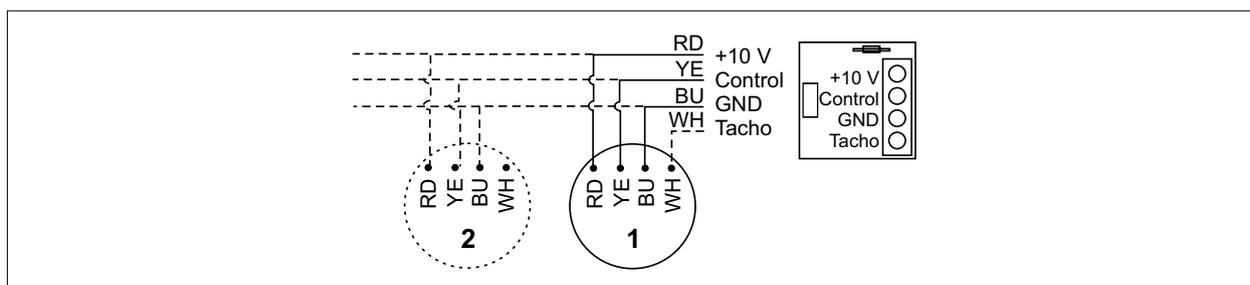

Fig. 7.8 Esquema de conexionado del regulador de velocidad proporcional 0 - 10 V
► Fig. 7.8 Esquema de conexionado del regulador de velocidad proporcional 0 - 10 V Respetar